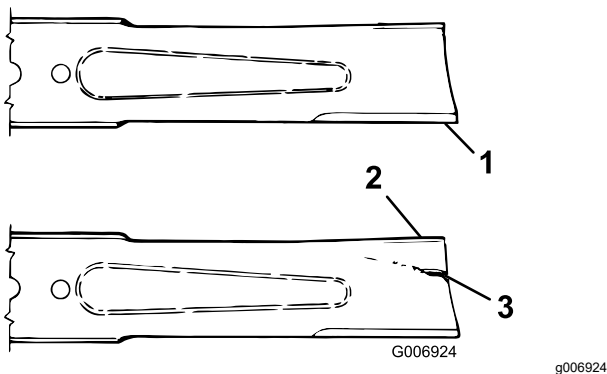

Figure 72
2. Examinez attentivement les tranchants de la lame, particulièrement au point de rencontre de la partie plane et de l'ailette (Figure 72). Le sable et les matières abrasives peuvent éroder le métal à cet endroit, c'est pourquoi il
est important de contrôler l'état de la lame avant d'utiliser la machine. Remplacez la lame si elle est usée (Figure 72) ; voir Dépose de la lame.
**Si la lame est trop usée, une entaille se forme entre la partie relevée et la partie plane (Figure 72). La lame peut alors se briser et un morceau être projeté du dessous de la machine, vous blessant gravement ou une personne à proximité.**